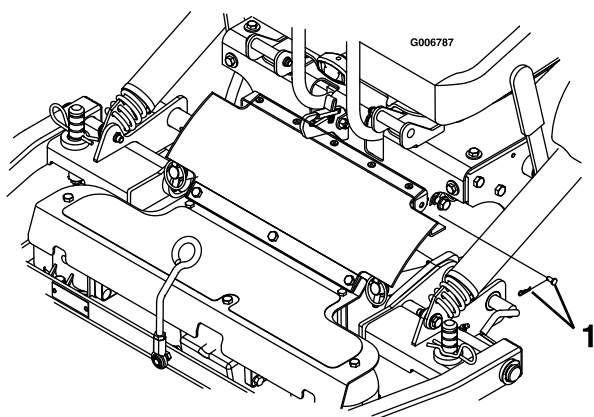

Figura 21
3. Retire las chavetas y los pasadores de ambos lados del protector de la TDF (Figura 21).